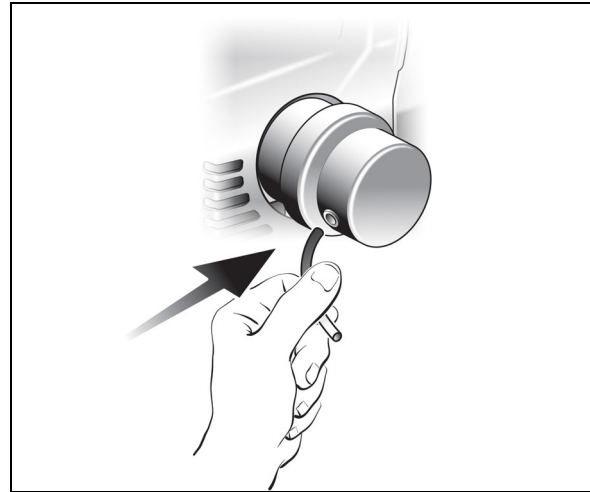

Abb. 6: Montage des Luftfilters
Schritt 2: Falls im Lieferumfang enthalten, den kleinen Saugschlauch in den Filterdeckel einführen (Abb. 6).